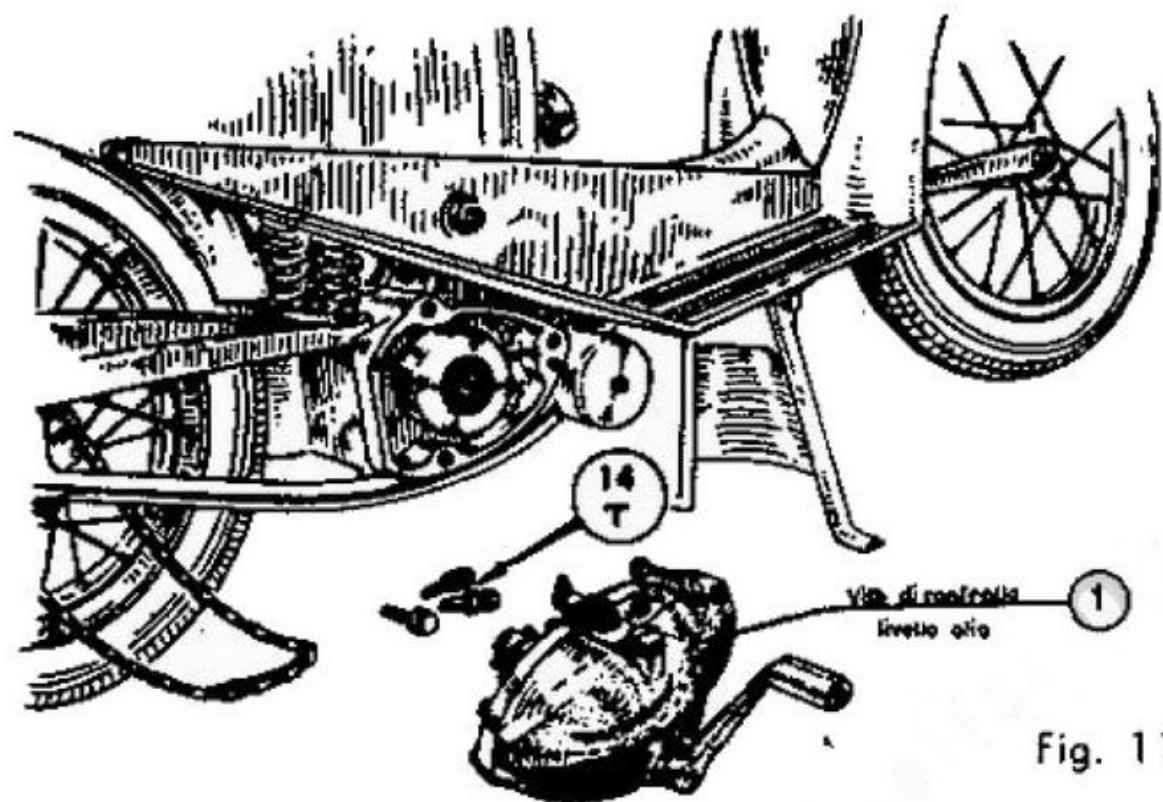

Fig. 11
7) **Smontaggio scatola del cambio** (fig. 11).
- 17) Verificare il livello dell'olio del cambio (vedi fig. 11) aggiungendo il quantitativo eventualmente mancante.